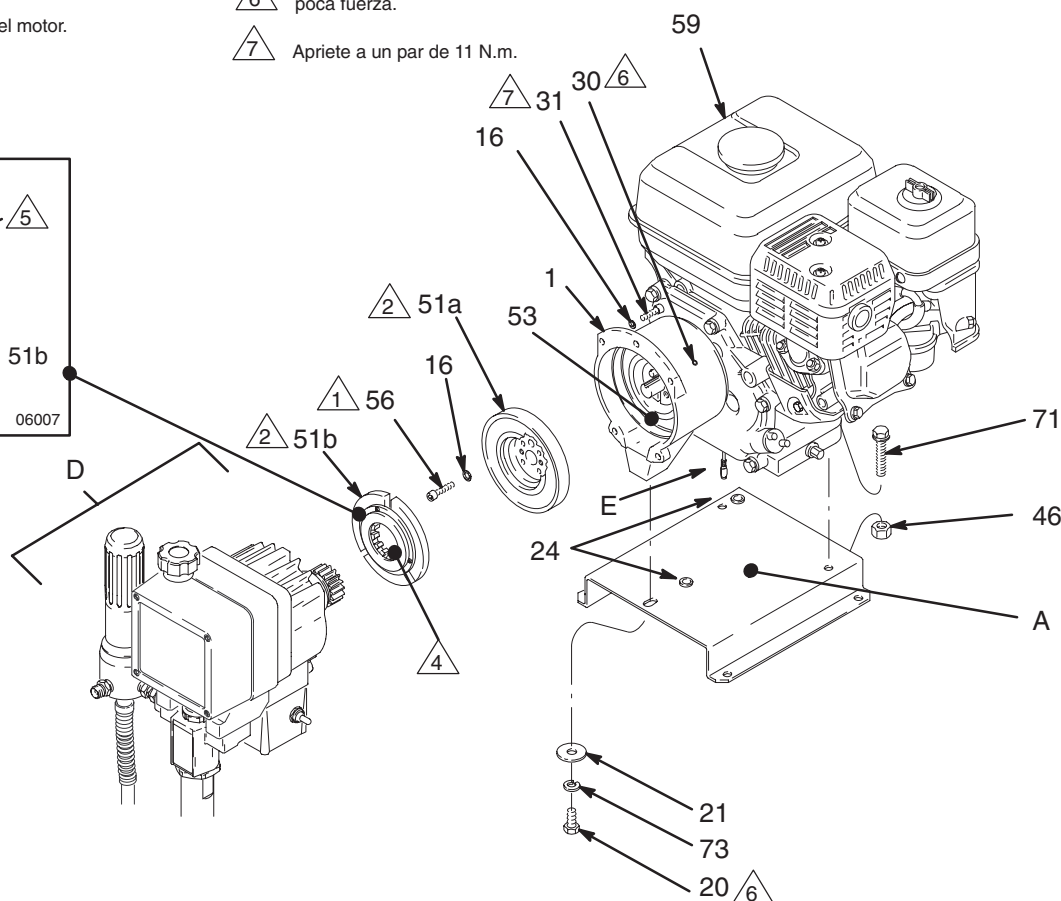

Fig. 25
6. Cerciñese de que la superficie **del rotor (51a)** y de la abrazadera (55) están exentas de rebabas. Instale el rotor, las arandelas de retención (16) y los tornillos de cabeza (56). Apriete los tornillos a un par de 9,5 N.m. Vea la Fig. 25.
7. Después de instalar el rotor (51a), es necesario ajustar el espacio de aire entre el rotor y el inductor (53). Apriete, opuesta y uniformemente, los tornillos de fijación (30). Tire de la cuerda de arranque para asegurarse de que el motor gira libremente, y de que no hay fricción entre el rotor y el inductor. Si hubiera fricción, afloje los tornillos de ajuste y vuelva a colocar el inductor.
8. Limpie la superficie **del inducido (51b)**. Con el lado plano del inducido dirigido hacia el rotor (51a), deslícelo sobre el cubo (2h) del conjunto impulsor/piñón (D) justo hasta que el extremo biselado del cubo (2h) sobresalga por el inducido. Vea el Detalle B, Fig. 25. Se notará una resistencia significativa. Sujete el espaciador de cartón, suministrado con el kit del embrague, a la superficie del inducido. Doble las lengüetas sobre el diámetro externo del inducido.
9. Monte **el conjunto impulsor (D)** en el cárter del embrague (1), por medio de los tornillos de cabeza (31) y las arandelas de seguridad (16). Vea la Fig. 25.